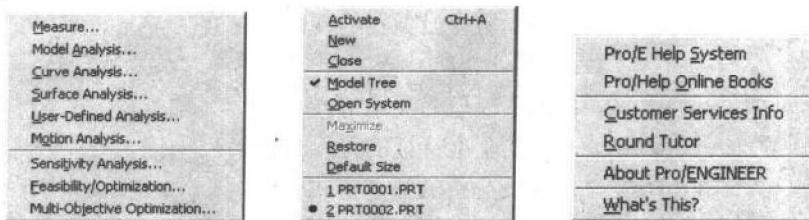

图 1-9 分析下拉菜单 图 1-10 窗口下拉菜单 图 1-11 帮助下拉菜单
(6) **Analysis** 分析下拉菜单如图 1-9 所示。利用该菜单可以进行测量、模型分析、曲线分析、曲面分析等。